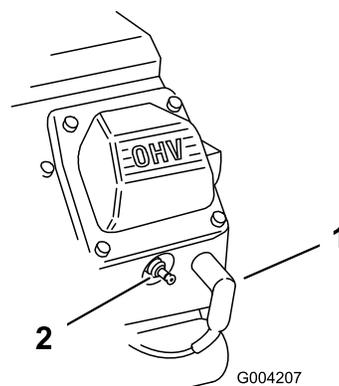

図 49
2. 点火プラグのコードが抜けているのを確認する(図 49)。
3. 点火コードを取り付ける (図 49)。